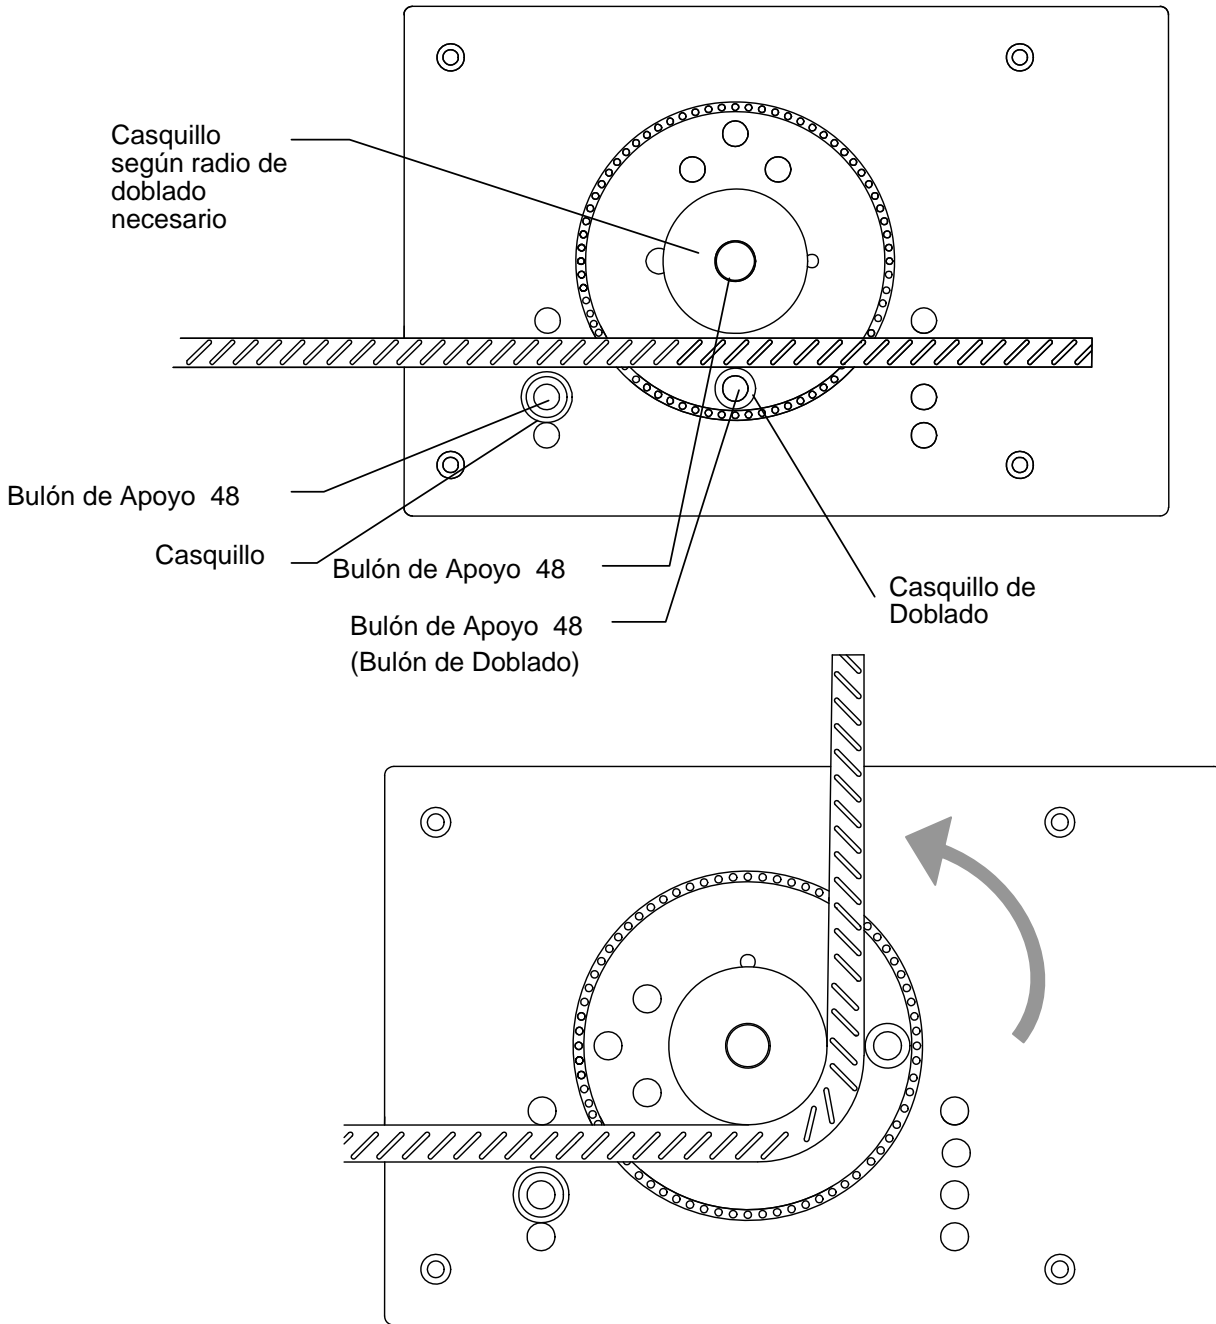

Fig. 3-3 Posición de doblado inicial y final
- Colocar en el centro del Plato de Doblado el Bulón 48 o Bulón + Casquillo necesarios para obtener el radio de doblado deseado. A continuación situar la varilla a doblar tal y como se ve en Fig. 3-3, posicionada según el punto donde se quiera dar el doble.